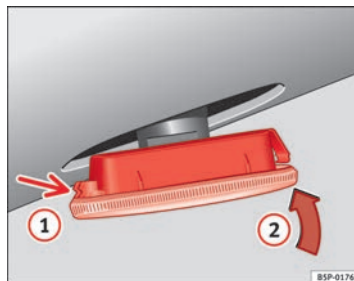

Fig. 154 Clignotants latéraux
- Placez d'abord le clignotant dans l'orifice de la carrosserie, en emboîtant les agrafes ① ⇒ fig. 154, puis emboîtez l'ampoule comme indiqué par la flèche ② ⇒ fig. 154.